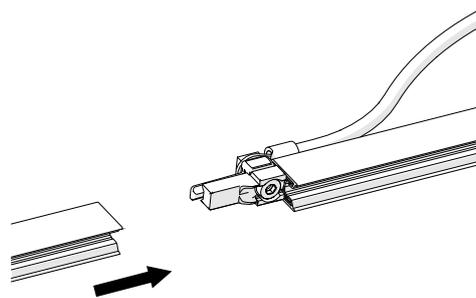

Abb. 110: Schienenstück in das freie Ende der Streckeneinspeisung bis zum Anschlag einschieben
- Das nächste Schienenstück in das freie Ende der Streckeneinspeisung bis zum Anschlag einschieben (siehe Abb. 110).